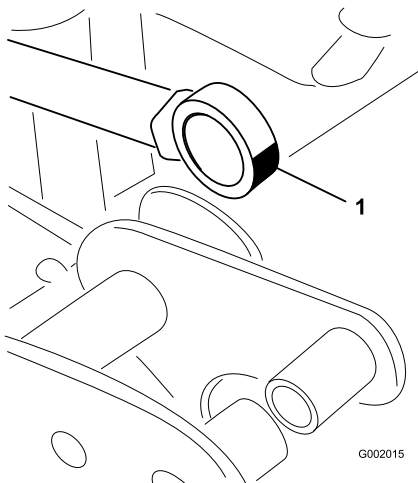

Figure 55
5. Manipulez le côté roulement de la tige de vérin et appliquez de la graisse dans le roulement (Figure 55).